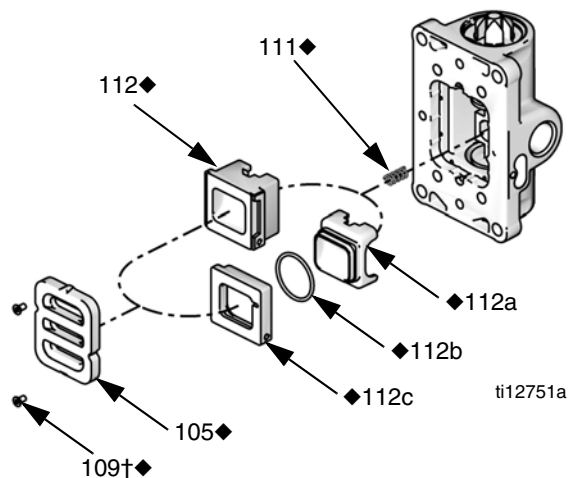

FIG. 5: Retiro de la placa de aire
2. Vea la FIG. 5. Use una llave hexagonal de 2 mm o 5/64 pulg. para retirar dos tornillos (109†♦). Retire la placa de la válvula (105♦).